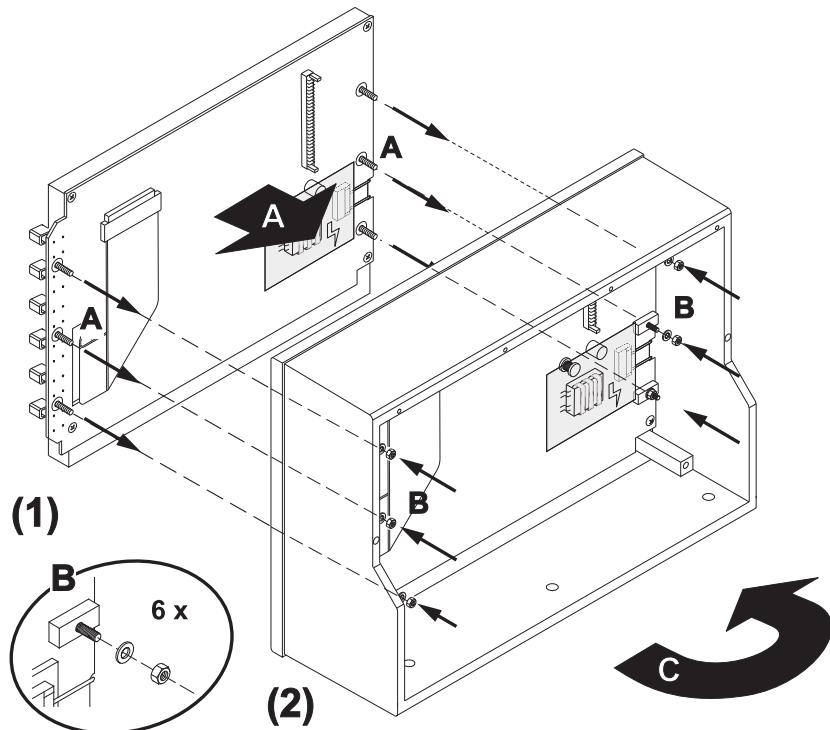

Bild D 7-7: Einsetzen und Befestigen der neuen Display-Einheit
6. Platzieren Sie die neue Display-Einheit mit Display, Platine, Tastern und Inverter (Ersatzteil-Nr. 129691) sorgfältig von vorne auf die Stege im Gehäuse (A). Stecken Sie die Gewindegelenke der Display-Einheit genau in die Löcher der Stege. Achten Sie dabei auf den genauen Sitz der Display-Platine. Fixieren Sie die Display-Einheit mit den sechs Unterlegscheiben und den sechs Muttern (B). Drehen Sie das Gehäuse horizontal in die entgegengesetzte Richtung (C). (Bild D 7-7)